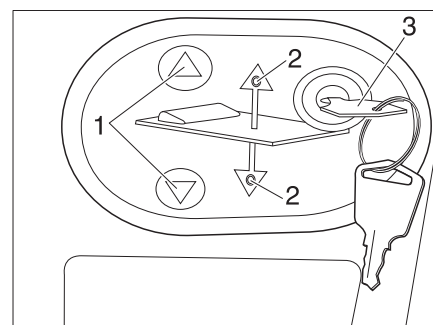

Bild 155 Manöverpanel för elektrisk höjbar säng
- Sätt in nyckeln (Bild 155,3) i manöverpanelen.
- Tryck på knappen  eller  (Bild 155,1) och håll den intryckt. Motsvarande LED (Bild 155,2) lyser och den höjbara sängen sänks eller höjs.
- När önskad position har uppnåtts, släpp knappen  eller  (Bild 155,1) igen. Motsvarande LED (Bild 155,2) slocknar.
- Dra ut nyckeln (Bild 155,3).